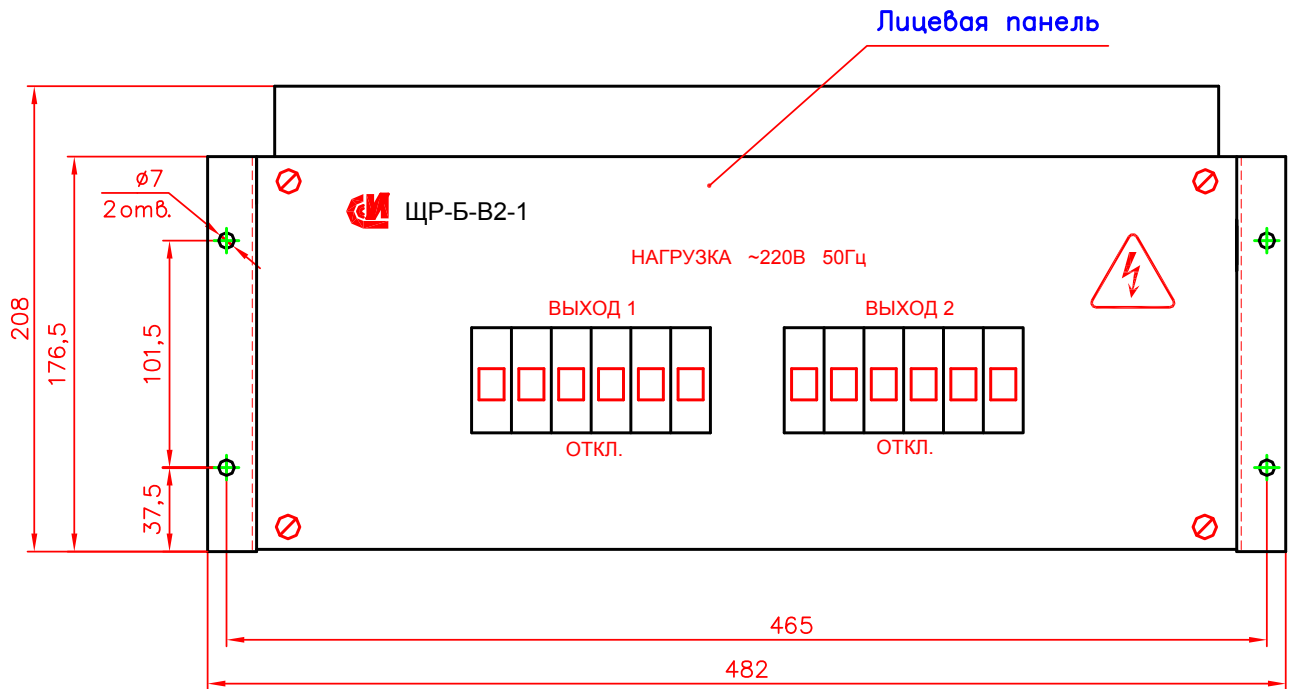

Рис. 1. Габаритно-присоединительные размеры щита.
Крепёжные винты пропускаются через отверстия в углах несущей конструкции щита (см.рис.1).
5.3 Ввод входных и нагрузочных кабелей производится сверху в следующей последовательности: (см. рис.1 и схему электрическую принципиальную щита ДЕШК.656510.301-01 ЭЗ)